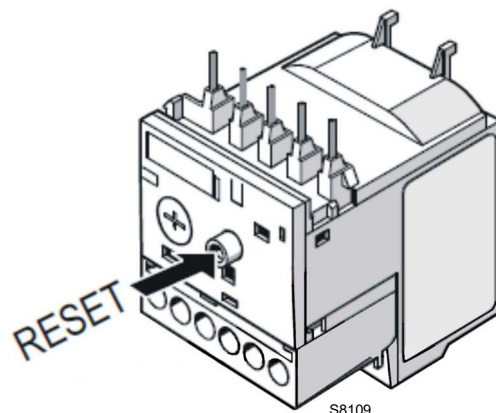

Fig. 21
- Pour débloquer, en cas d'intervention du relais thermique, appuyer sur le bouton «**RESET**» (Fig. 21).